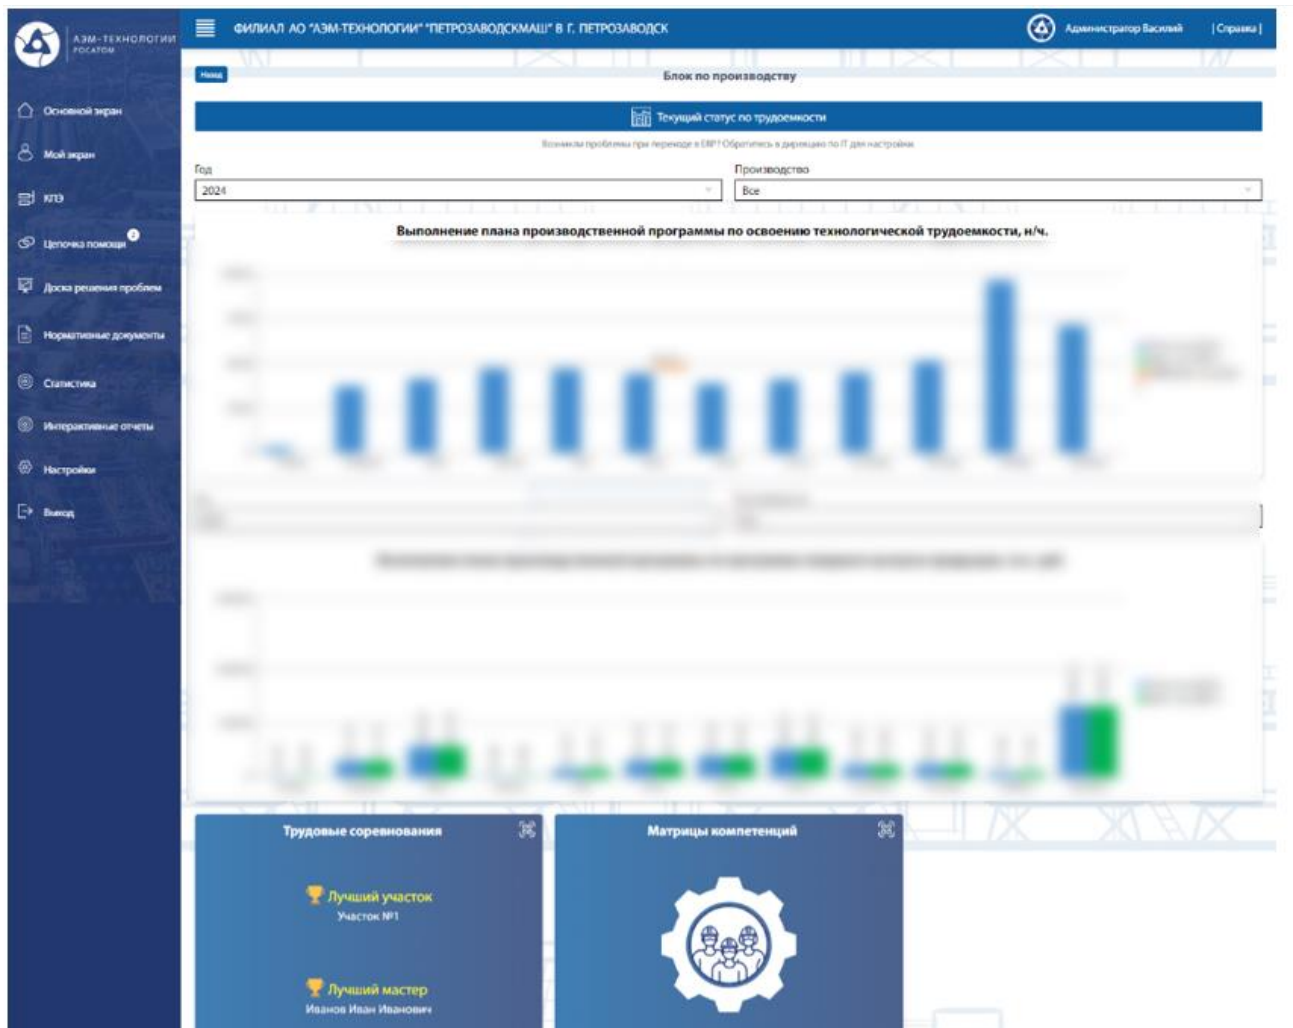

Рисунок 2.28
- подблок «Матрицы компетенций» с переходом на таблицы матриц по специальностям на участках (Рисунок 2.28, 2.29).